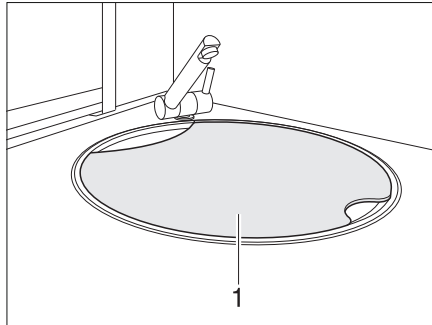

Bild 12 Diskhons lock
- ▶ I händelse av ett olycksfall eller vid en nödbromsning kan diskhons lock (Bild 12,1) skada fordonets passagerare. Före körning, ta bort locket från diskhon och förvara det säkert i köket eller i klädskåpet.